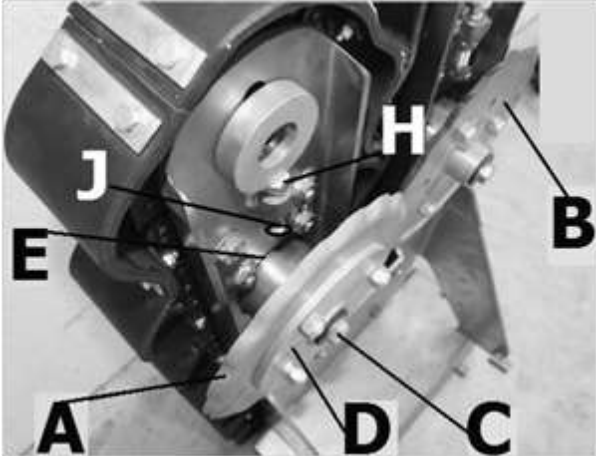
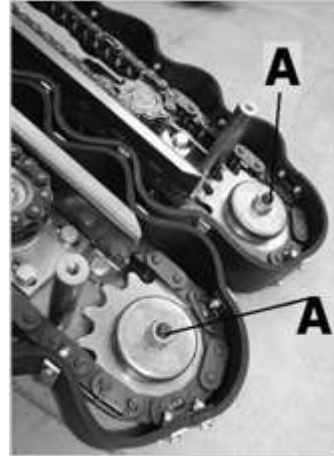

Abb. 14
Abb. 15
Für ein korrektes Funktionieren des Schneidesystems muss das Spiel zwischen den beiden gegenüberliegenden Scheiben (A) und (B) Abb. 14, zwischen 0,3-0,5 mm liegen. Andernfalls erfolgt kein korrekter Schnitt der Sonnenblume und möglichem Gras auf dem Feld. Das Spiel wie folgt einstellen: Schraube (C) entfernen Abb. 14, Nabe (D) entfernen und Abstandsringe (E) einfügen/entfernen (E). Alles wieder einbauen und das Spiel zwischen den Scheiben kontrollieren.
Schraube (A) lösen, Abb. 15, und die Gegenmutter (J), Abb. 14. Schraube (H) drehen und Kettenspannung einstellen. Schraube (H) und Gegenmutter (J) wieder festdrehen.